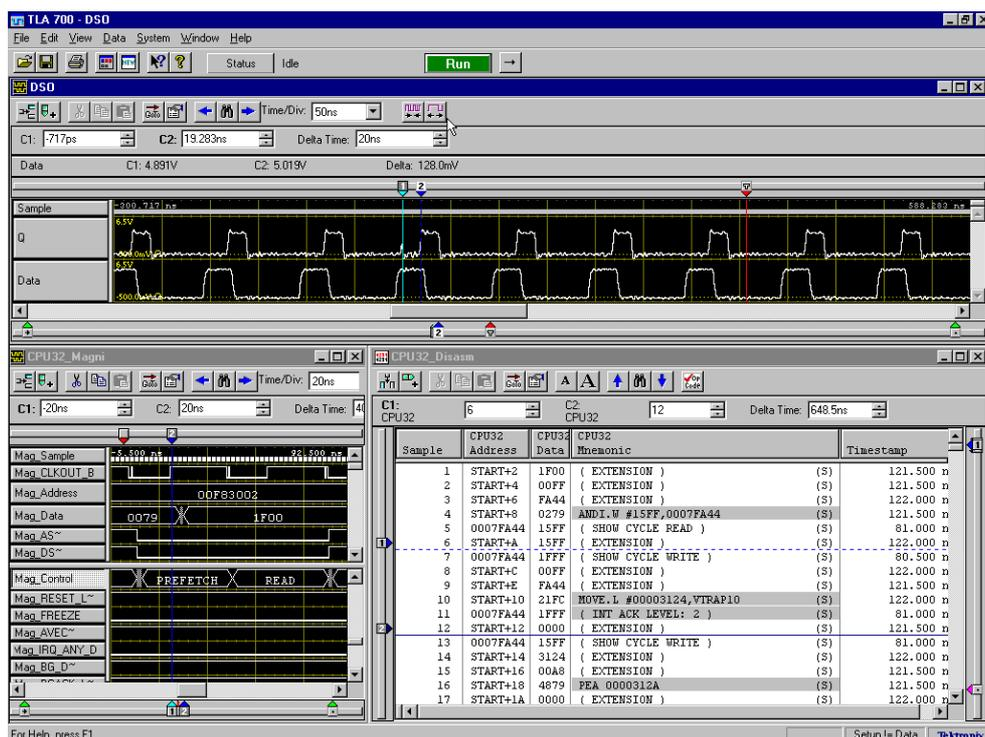

図 2-52 : 1,024 × 768 ピクセル・モードによるマルチウィンドウ表示例
*Tip* . 外部ディスプレイを接続することにより、TLA714 型、TLA720 型で1,600 ×1,200 ピクセル、TLA600 シリーズで1,280 ×1,024 ピクセル、またTLA704 型、TLA711 型で1,024 ×768 ピクセル・モードで使用できます。ウィンドウを多数表示するのに最適です。図2-52 をご参照ください。